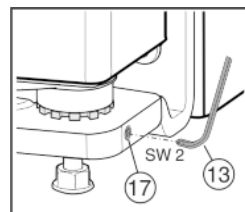

Fig. 17
- ▶ Skruva ut gängtappen Fig. 17 (17) något (högst ett varv).
- ▶ Dra åter åt gängtappen Fig. 17 (17) för att fixera lagerbulten.